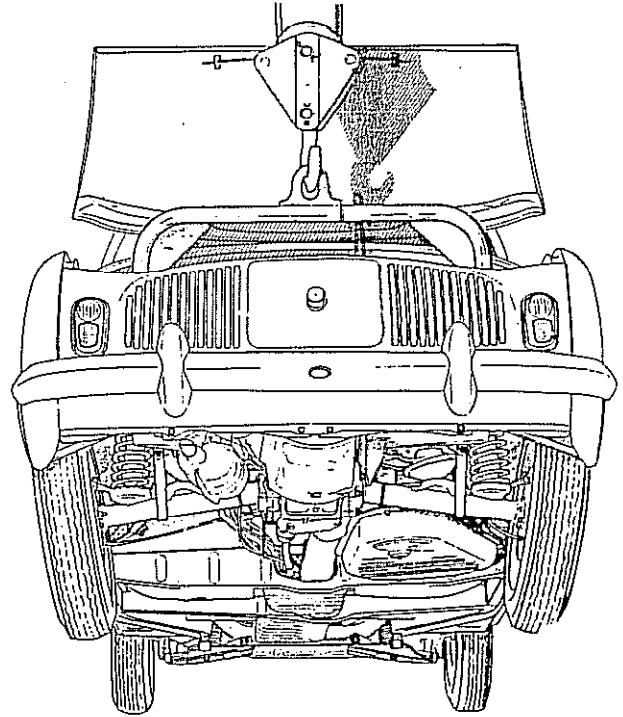

Fig. 34
- 1) Levantar la carrocería mediante la herramienta CHA 03 (Fig. 34).